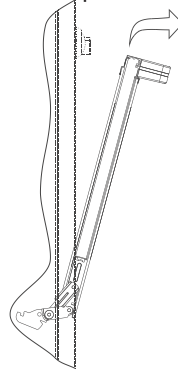

рис. 14
**Для снятия дверцы духовки необходимо (см. рис. 14):**